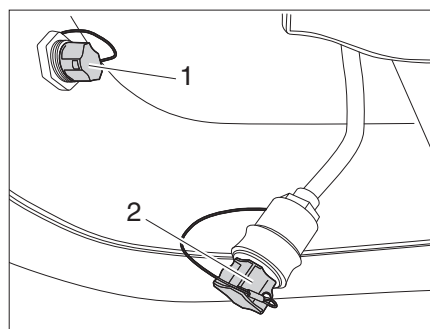

Figura 55 Enroskar las caperuzas protectoras
- Enrosque las caperuzas protectoras en el enchufe y el zócalo de la conexión eléctrica (Figura 55,1 y 2).